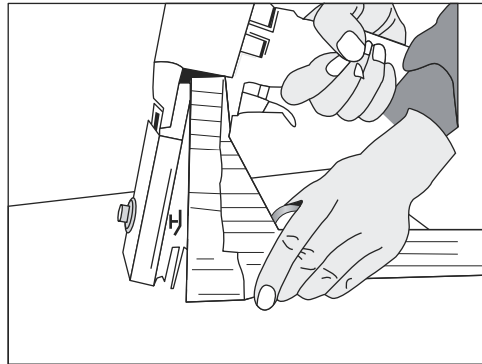

Figure 14
2. Retirez le magasin. (Voir Figure 14)